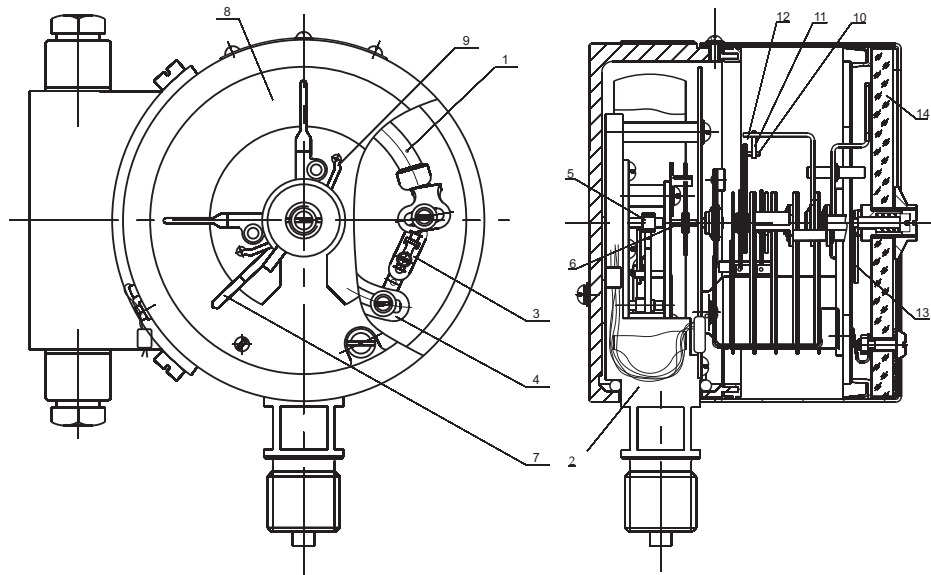

Рисунок 1
1.3.2 Измеряемое давление подается во внутреннюю полость манометрической пружины 1 (см рис.1), один конец которой жестко закреплен в держа-